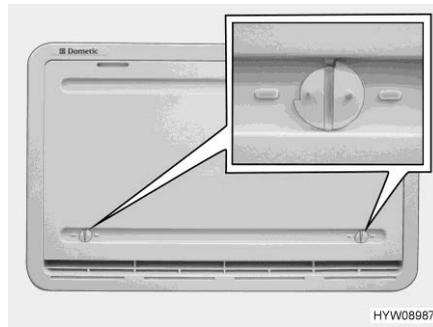

Fig. 241 Cubierta de invierno
Si el frigorífico ha de funcionar a temperaturas exteriores bajas, el fabricante recomienda la utilización de una cubierta de invierno (Fig. 241) para las rejillas de ventilación del frigorífico.
- Abrir ambos bloqueos (Fig. 241) (la ranura está en posición horizontal).